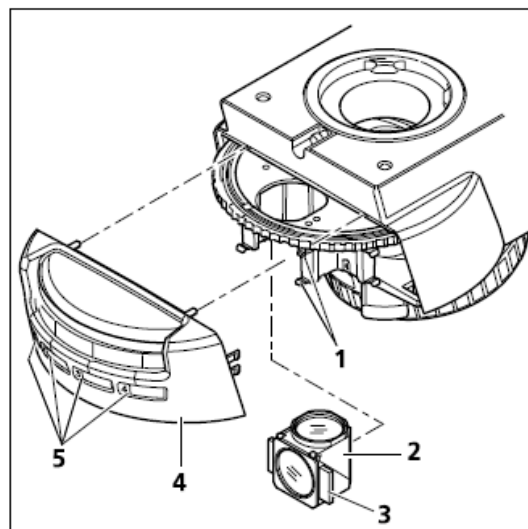

图. 3-9 安装反射模块
- I 卸下主机前部的罩盖(图 3-9/4)
- I 如图所示,将模块(图 3-9/2)的左右侧翼(图 3-9/3)向上插入反射模块转盘的上部弹簧夹(图 3-9/1)中
- I 将描述模块功能的说明标签贴在罩盖的前部相应的预留位置上(图 3-9/5,位置 1 到 4)